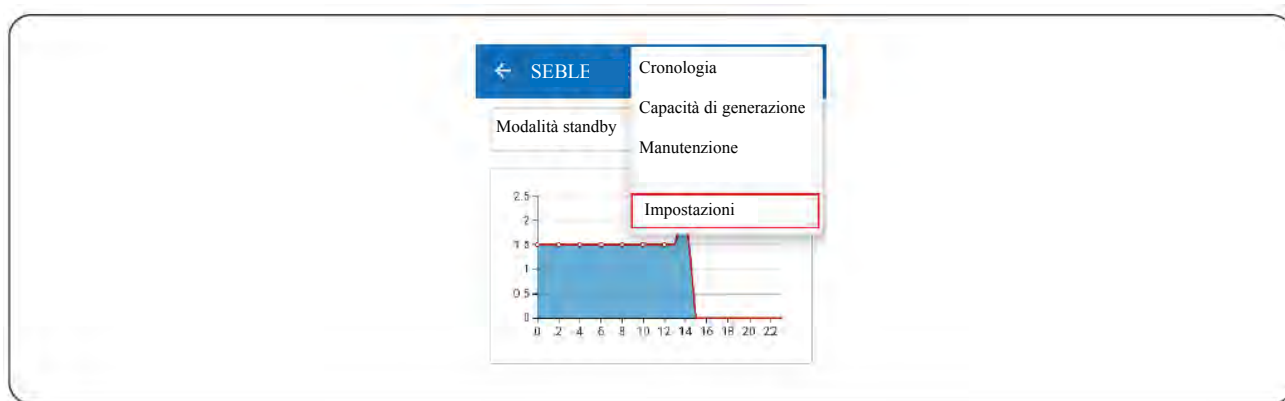

Figura 5.21 Impostazione della homepage dell'APP
**Passaggio 2** Fare clic sul tasto “Estensione” e selezionare “Impostazioni” nel menu che appare, come mostrato nella Figura 5.21.